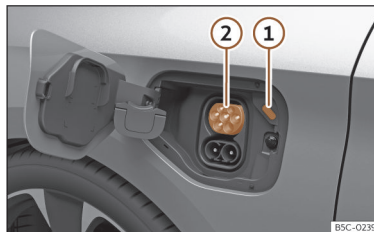

Fig. 60 Por trás da tampa de carregamento da bateria na parte dianteira esquerda: tomada de carregamento.
>>> Fig. 60
O LED (indicador do processo de carregamento) da tomada de carregamento pisca e emite cintilações brancas >>> **Fig. 60 ①** >>> **Página 92.**